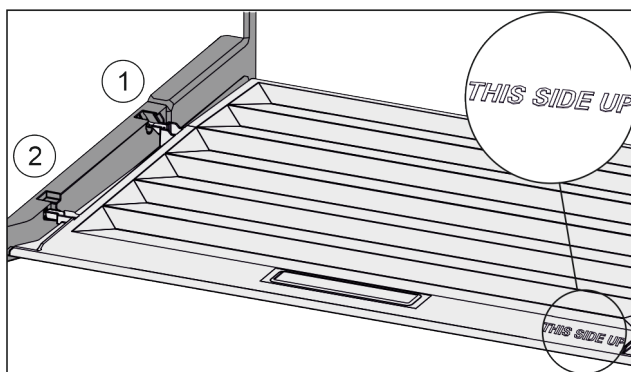

Fig. 162
- ▶ Вставить поперечные ребра крышки через отверстие заднего держателя Fig. 162 (1) и защелкнуть спереди в держателе Fig. 162 (2).